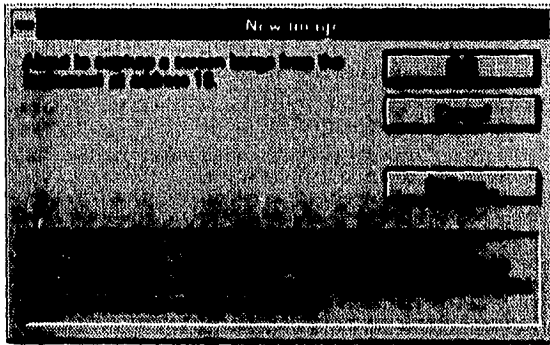

Figura 4.37
1. De la barra de menú, seleccionar Image/New... El cuadro de diálogo NEW IMAGE aparecerá (ver Figura 4.37) , ofreciendo información acerca de las imágenes y permitiendo la alternativa de seleccionar opciones de imágenes o de cancelar la captura de imagen.